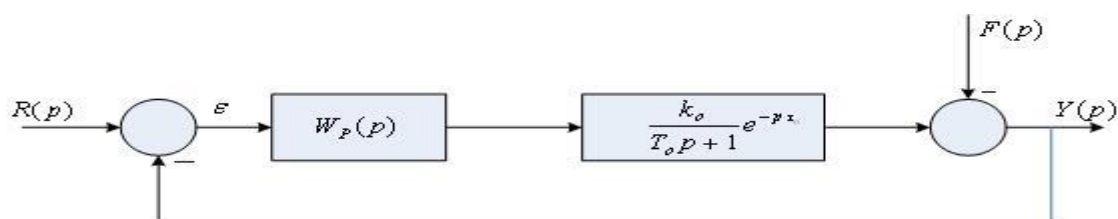

Рис. 3. Структурная схема САУ
4. Настройте параметры ПИД – регулятора по методу СНР системы, состоящей из функционально необходимых элементов. Структурная схема системы приведена на рис. 3, исходные данные для первого варианта – в табл. 5.
4. Настройте параметры ПИД – регулятора по методу CHR системы, состоящей из функционально необходимых элементов. Структурная схема системы приведена на рис. 3, исходные данные для второго варианта – в табл. 5.